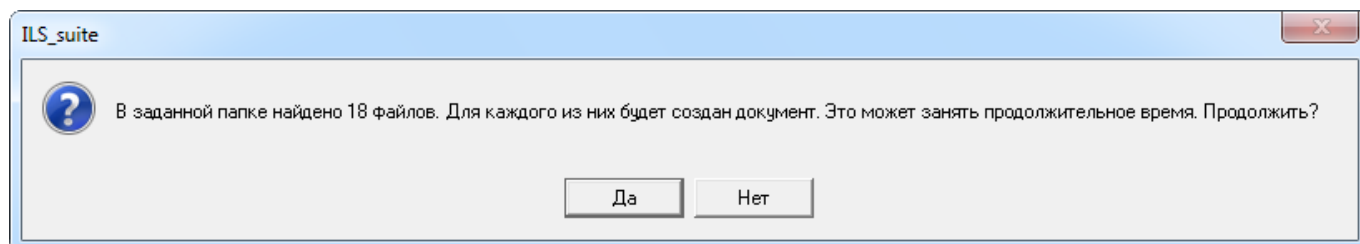

Рис. 8-4 – Информационное сообщение
5) В появившемся информационном сообщении, приведенном на рис. 8-4, нажать кнопку «Да» для создания документов из выбранного каталога.